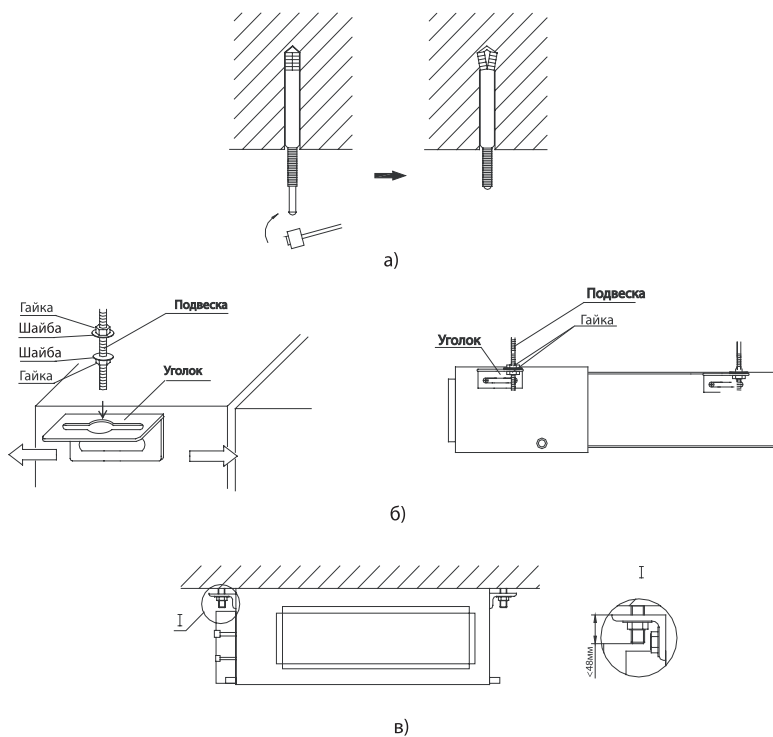

Рис. 8.3 Установка подвесок и анкерных болтов
- Надежно закрепите в потолочной плите анкерные болты (рис. 8.3а).
- Закрепите уголки на внутреннем блоке (рис. 8.3б).
- С помощью гаек зафиксируйте блок на подвесках (рис. 8.3б) или шпильках анкерных болтов (рис. 8.3в).